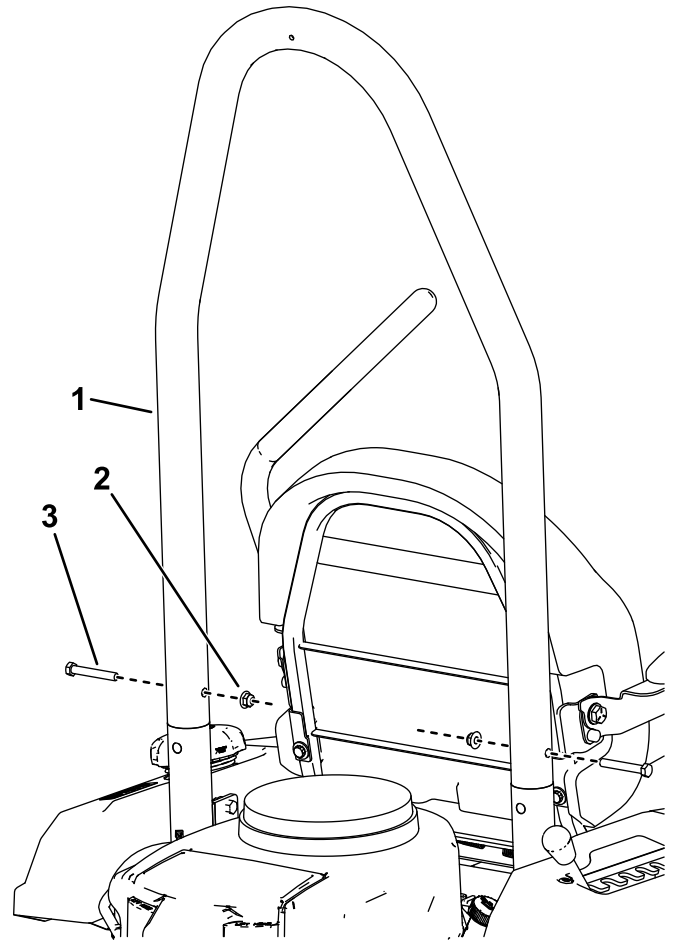

Bild 12
4. Kippen Sie das Überrollschutzrohr in Richtung der Vorderseite der Maschine. Befestigen Sie das Überrollschutzrohr mit zwei Schrauben ($\frac{3}{8}$ " x $2\frac{1}{2}$ " und zwei Sicherungsmuttern ($\frac{3}{8}$ " an den Halterungen des Überrollschutzes, wie in Bild 12 dargestellt.